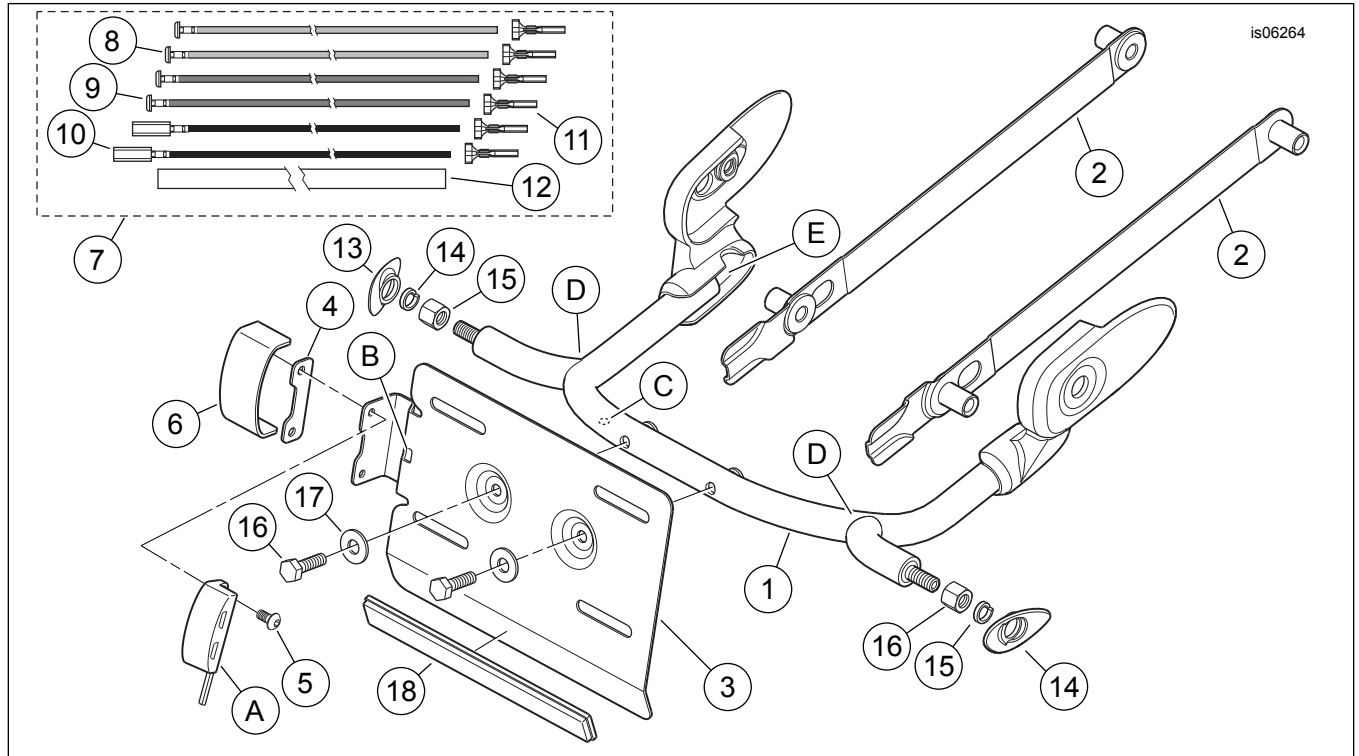

Abbildung 7. Ersatzteile, hinterer Brems-/Schlussleuchten-/Blinkerumbausatz für Dyna-Modelle
17. Den Kontakt des **neuen** schwarzen Kabels (10) in den Hohlraum auf der Rückseite des Reflektors (5) einführen, bis er mit einem Klickgeräusch einrastet. Das blaue Kabel (12) und das violette Kabel (11) durch die Mitte des Reflektors (5) und die Feder (7) führen und die Knopfkontakte in die korrekten Kerben und Hohlräume in der Reflektor-Glühlampenfassung (6) einsetzen.
20. Siehe Abbildung 7. Den Schutzschlauch (12) aus dem Satz nehmen und in zwei gleich lange Stücke schneiden.
21. Ein Stück Schutzschlauch auf beiden Seiten über die drei Brems-/Blinkerleuchtenkabel und in die vordere Öffnung (E) der Schweißkonstruktion zum Brems-/Blinkerleuchten-Umbau ziehen. Den Schlauch weiter über die Kabel ziehen, bis die Y-förmige Verbindungsstelle oder bevorzugterweise das Brems-/Blinkerleuchtengehäuse erreicht wird.
5. Siehe Abbildung 7. Zwei **neue** abgeschlossene Kabel, ein schwarzes (10) und ein blaues (8) aus dem Satz nehmen. Die zwei violetten (9) Kabel können entsorgt werden.
14. Siehe Abbildung 7. Eine Sicherungsscheibe (14) auf einem Gewindebolzen auf Schweißkonstruktion zum Blinkerleuchten-Umbau anbringen. Eine Chrom-Abdeckung für die Kabelaustrittsöffnung (13) in der abgebildeten Ausrichtung auf dem Bolzen anbringen.
17. Den Kontakt des **neuen** schwarzen Kabels (10) in den Hohlraum auf der Rückseite des Reflektors (5) einführen, bis er mit einem Klickgeräusch einrastet. Das blaue Kabel (11) durch die Mitte des Reflektors (5) und die Feder (7) führen und die Knopfkontakte in die korrekten Kerben und Hohlräume in der Reflektor-Glühlampenfassung (6) einsetzen.